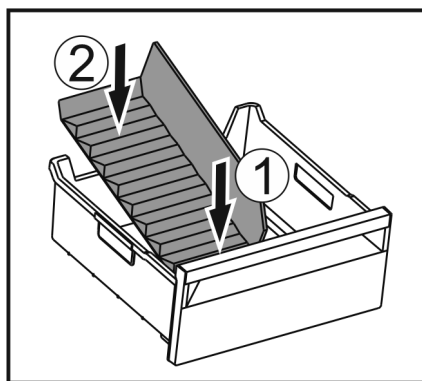

Fig. 79
- Sæt den forreste del af frostrumsadskilleren i. Fig. 79 (1)
- Sæt den bageste del af frostrumsadskilleren ned i skuffebunden. Fig. 79 (2)